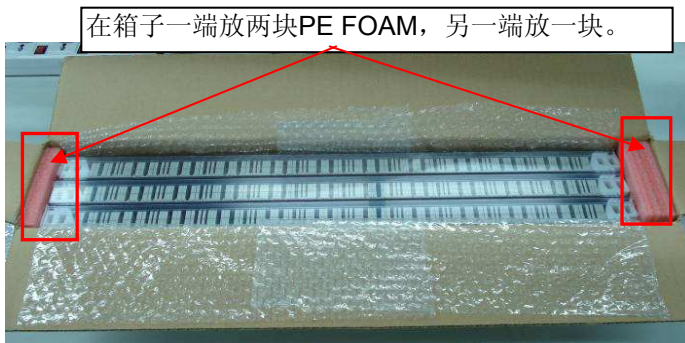

图 7:在箱子一端放两块PE FOAM，另一端放一块,并将一块气泡垫对半载剪后并排置入大箱底部.
将两块PE FOAM置于大箱有接口端，另一块放在大箱另一端(请参照图7).
5.8. Place one piece of air cap in the bottom of shipping box, bubble facing down(see figure 7).
将一块气泡垫对半载剪后并排置入大箱底部，气泡产朝下(请参照图7).